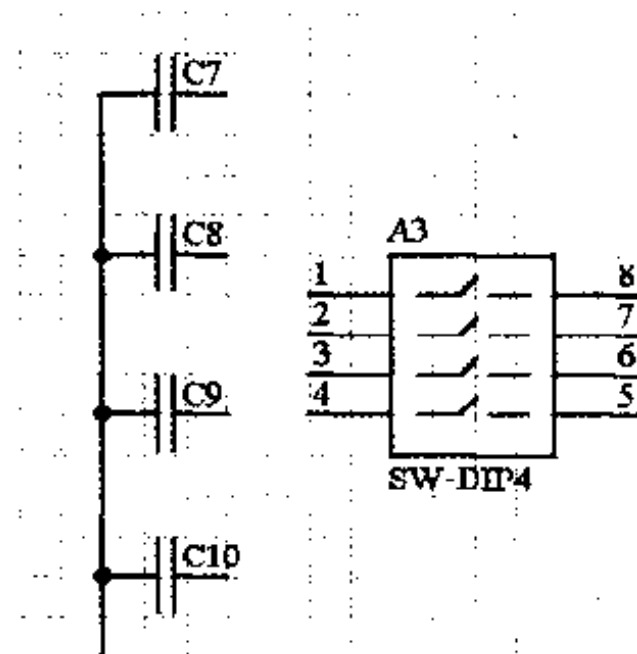

图 2-37 绘制一条直导线
(3) 将十字光标移动到普通电容元件 C7 左边的引脚上单击, 确定导线的起始点, 此时在元件的引脚上显示一个圆点, 表示导线起始点的位置, 但是拖动鼠标时这个圆点就会消失。
(4) 沿着图纸中的栅格线向下拖动鼠标, 随着鼠标的移动, 拖出一条直线。拖动鼠标到元件 C10 左边引脚下面两格的位置单击, 确定这条导线的终点。
(5) 此时移动鼠标, 十字光标仍然会拖出一条直线, 如果在另一处单击即可绘制出一条转折的导线, 右击鼠标或者按 Esc 键, 完成一条导线的绘制工作; 再次右击鼠标或者按 Esc 键, 取消绘制导线的工作状态, 得到如图 2-37 所示的效果。我们绘制的这条导线连接了 4 个电容的左边引脚, 图中 T 型线路的节点是程序自动放置的, 表示这 4 个元件连接在同一条导线上。